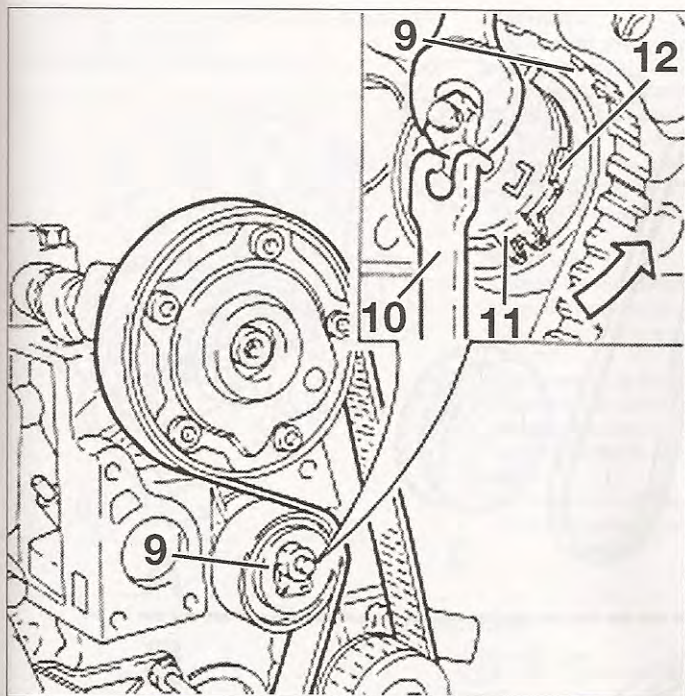
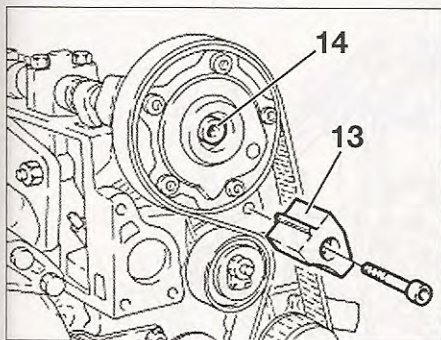

FIG. 7
FIG. 8
- 10. Llave de pestaña de sujeción del rodillo tensor o el útil Fiat (ref: 1860987000) (fig. 7).
- 13. Util Fiat (ref: 2000004200) de bloqueo de la rueda dentada de eje de levas (fig. 8).
- Girar el rodillo tensor (9) en el sentido antihorario con una llave de pestaña (10) adaptada o con el útil Fiat (ref: 1860987000) hasta que la marca (11) de referencia haga tope (12) (fig. 7).
- Apretar el rodillo tensor (9) en esta posición.
- Montar el útil Fiat (13) (ref: 2000004200) de bloqueo de la rueda dentada (fig. 8).
- Apretar el tornillo (14) de la rueda dentada de eje de levas al par prescrito.
- Aflojar el rodillo tensor y girar éste para hacer corresponder las 2 marcas (11) (fig. 7) (horquillas: una móvil y otra fija).